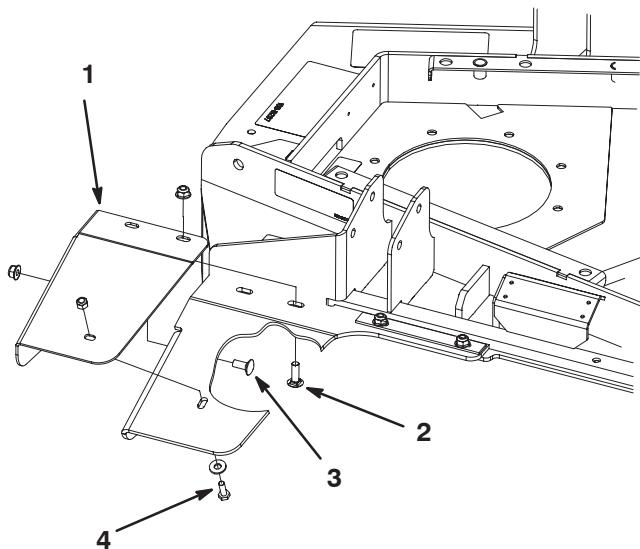

Figura 2
- Monte o resguardo do pé esquerdo no deflector de borracha, fixando-o depois com os parafusos e porcas indicados abaixo nos respectivos pontos de fixação. Coloque os parafusos e porcas como se mostra na Figura 2.
- Frente – (2) parafusos de carroçaria com 5/16 x 1 pol. e porcas flangeadas.
- Parte lateral – (1) parafuso de carroçaria com 1/4 x 3/4 pol. e porca flangeada.